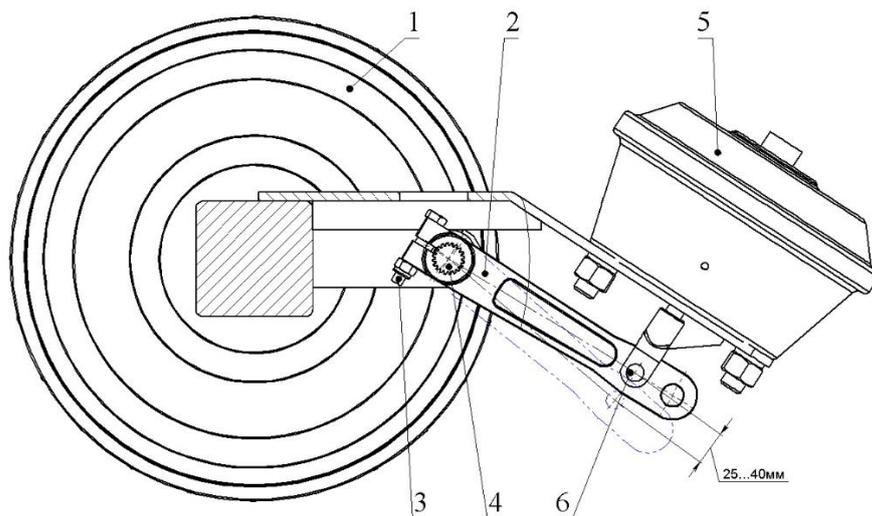

Рисунок 7.2 – Схема регулировки тормозов
- расстопорить ось эксцентрик привода тормозов 4 (рисунок 7.2) рычага регулировочного 2, отвернув фиксирующий болт 3;